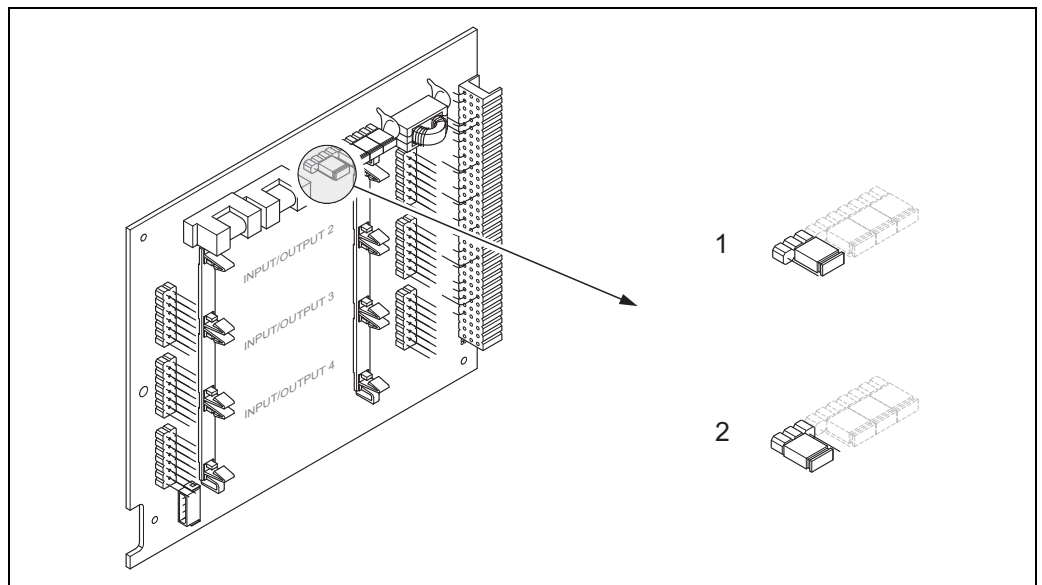

Fig. 28: Activer/désactiver la protection en écriture HART
3. Activer/désactiver la protection en écriture HART au moyen d'un pont → fig. 28.